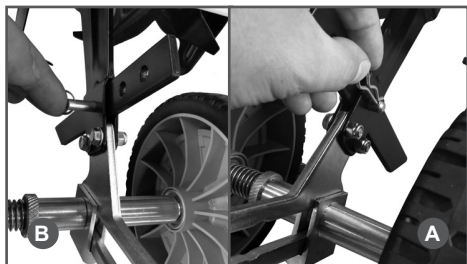

Рис. 7 Установка сошника
4. Установите сошник в кронштейн сошника и зафиксируйте его пальцем (Рис. 7А). Зафиксируйте палец шплинтом (Рис. 7В).